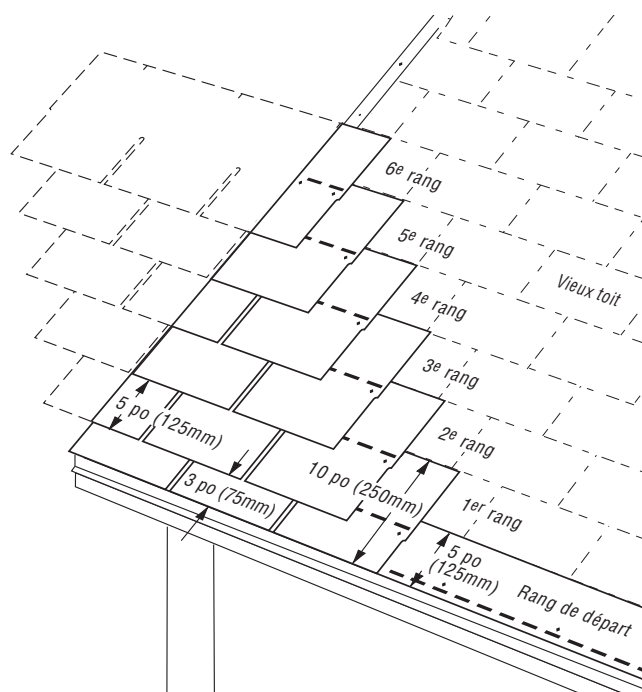

Figure 10-20 : Six en diagonale, six à la verticale, imbriqué.
2. Retrancher une bande de 6 po (15 cm) d'un côté ou de l'autre du premier bardeau de départ puis le poser par-dessus le premier rang des vieux bardeaux, dans le coin inférieur gauche (figure 10-20).
1. Le premier rang est composé de bardeaux de 10 po par 36 po (25 cm par 91 cm) fabriqués en retranchant 2 po (5 cm) du bas des jupes de bardeaux ordinaires (figure 10-20).
1. Retrancher 6 po (15 cm) du côté gauche d'un bardeau entier. Appuyer le bord supérieur de ce bardeau de 12 po par 30 po (30 cm par 76 cm) contre le bord inférieur du bardeau de l'ancien quatrième rang. Aligner le rebord gauche du bardeau avec le rebord gauche du premier rang (figure 10-20).
2. Poser ce bardeau de 24 po (61 cm) par-dessus le deuxième rang, en laissant les jupes de 5 po (12,7 cm) du second rang à découvert. Le bord supérieur du nouveau bardeau de ce rang devrait appuyer contre le bas du cinquième rang des anciens bardeaux (figure 10-20).
2. Retrancher une bande de 5 po (12,7 cm) d'un côté ou de l'autre du premier bardeau de départ puis poser la section de 31 po (79 cm) restante par-dessus le premier rang des vieux bardeaux, dans le coin inférieur gauche de la toiture existante (figure 10-20).